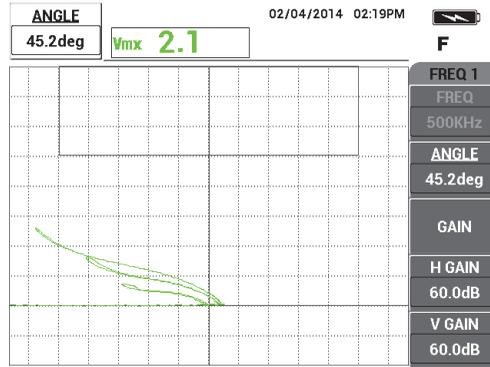

Figura 5-4 Señal de despegue de lo más horizontal posible
6. Pulse la tecla ANGLE (◁). El parámetro **ANGLE** está ajustado por defecto al grado elevado de la rueda de ajuste. Pulse la tecla ✓ para cambiar el parámetro **ANGLE** (ángulo) al grado reducido de la rueda de ajuste. Ajuste el valor del ángulo (**ANGLE**) con la rueda de ajuste hasta que la señal de despegue esté lo más horizontal posible. Vea la Figura 5-4 en la página 142.